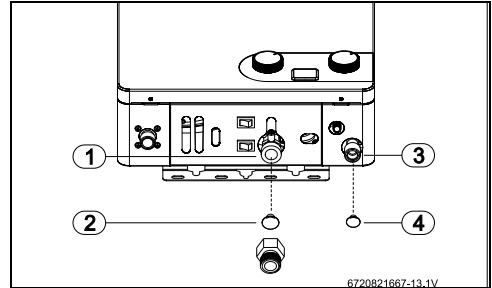

Fig. 15 Sustituir los filtros
- ▶ Retire el filtro de gas (→Fig. 15, [2]);
- ▶ Retire el filtro de agua (→Fig. 15, [4]);